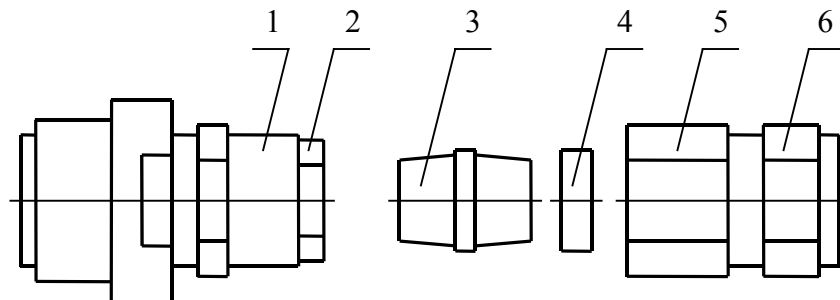

Рис.8.6. Кабельный ввод для бронированного кабеля
8.7.3. Разобрать кабельный ввод на части (рис. 8.6), свернув корпус сальника с нажимной гайкой с корпуса кабельного ввода. Детали 3 и 4 не крепятся к корпусу ввода и служат только для закрепления брони кабеля.